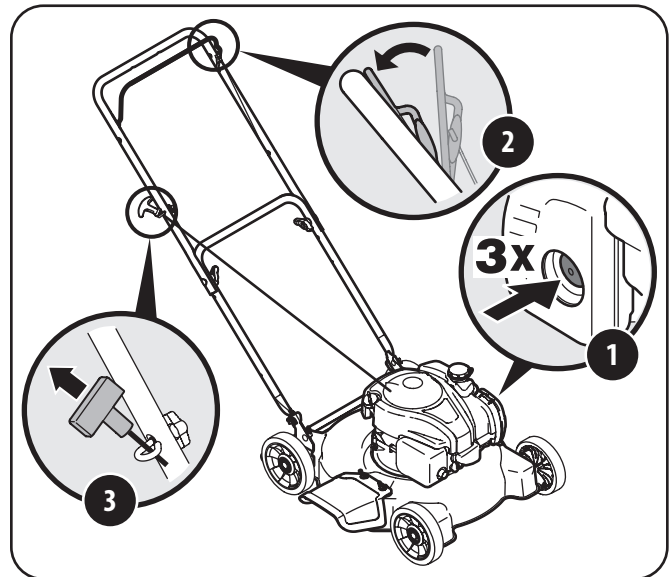

Figura 5-1
1. Empuje el cebador tres veces. Vea Figura 5-1. No cebe el motor caliente para reiniciarlo luego de una detención breve.
3. Sostenga firmemente las dos manijas juntas, tome la manija del arrancador de retroceso y tire de la cuerda para sacarla con un movimiento rápido y continuo. Vea Figura 5-1. Mantenga firme la manija del arrancador, deje que la cuerda regrese lentamente al arrancador. Repita hasta que el motor esté en marcha. Deje que la cuerda se enrosque lentamente de regreso.